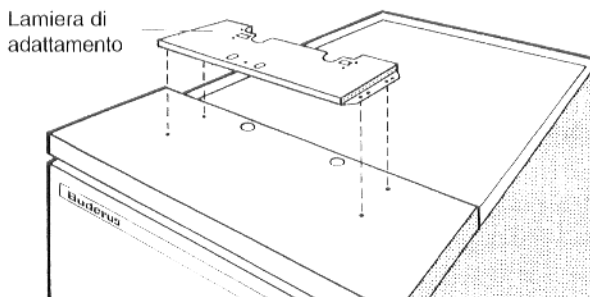

Fig. 9 - Figura di principio
- Mettere la lamiera di adattamento sul coperchio anteriore della caldaia ed avvitare con 4 viti autofilettanti (Fig. 9).